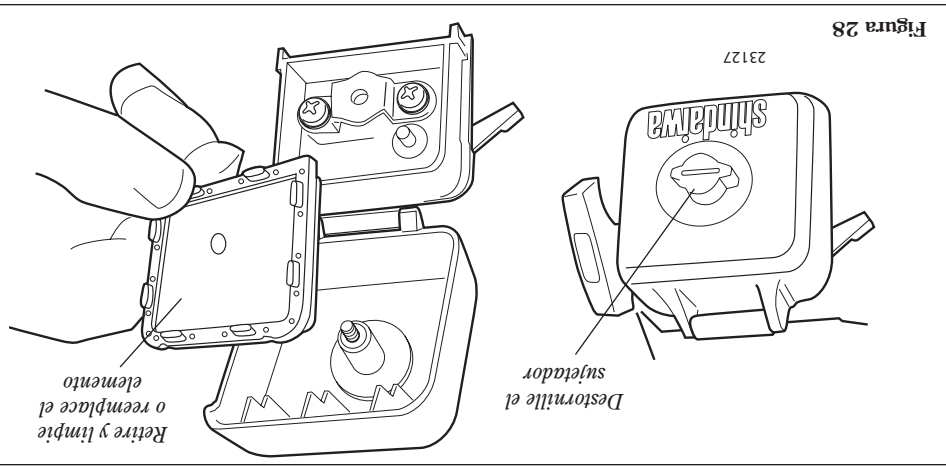

Figura 28
- Retire el elemento del filtro de aire. Consulte la figura 28. Limpie o reemplace como sea necesario. Para lavar el elemento: Lávelo meticulosamente con agua y jabón. Deje que seque antes de reinstalarlo.